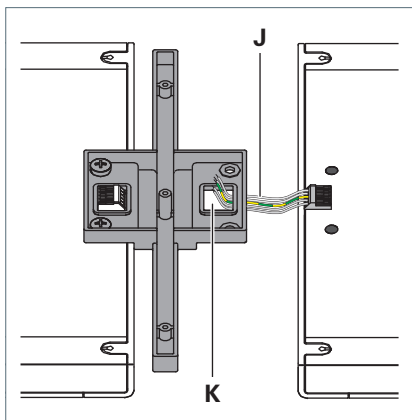

Fig. 14: Kabel verlegen.
- Führen Sie die Kabel **J** der zu verkettenden Leuchte von unten durch die Aussparung **K** am Verbindungselement der zuletzt montierten Leuchte, siehe Fig. 14.